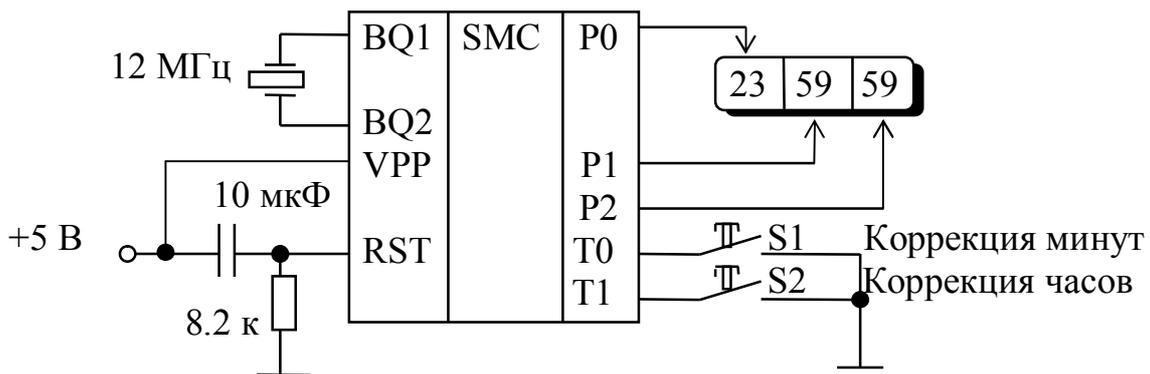

Рис. 6.2 — Функциональная схема электронных часов
**Пример 12.** Построить на микроконтроллере K1830BE51 электронные часы с индикацией часов, минут и секунд реального времени (рис. 6.2). Прикладная программа приведена в программе выполнения лабораторной работы №2. Информация с двоично-десятичных счетчиков часов, минут и секунд, реализованных в портах P0, P1 и P2, поступает на цифровые семисегментные индикаторы через преобразователи кода.